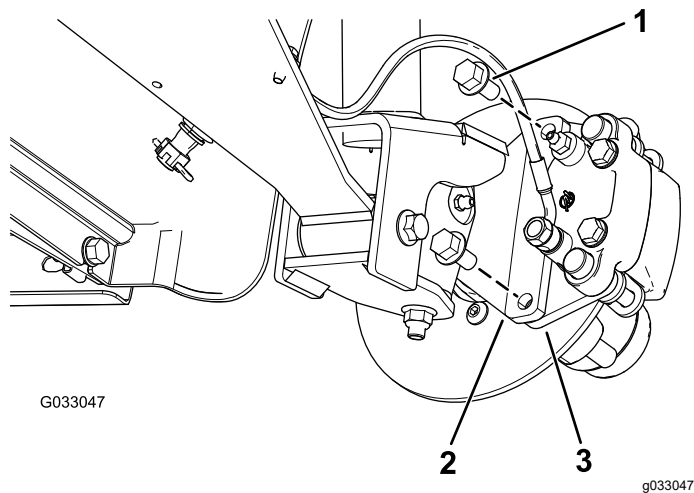
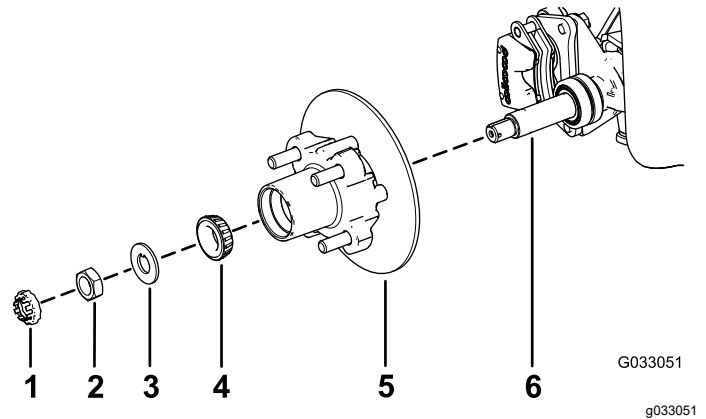

Figura 26
Figura 30
3. Togliete i bulloni a testa flangiata ($\frac{3}{8}$ " x $\frac{3}{4}$ ") che fissano la staffa del gruppo del freno al mandrino e separate il freno dal mandrino (Figura 26).
1. Lubrificate leggermente il mandrino con il grasso specificato (Figura 30).
2. Montate il mozzo e il rotore sul mandrino con il rotore verso l'interno (Figura 30).
3. Montate il cuscinetto esterno sul mandrino e inserite il cuscinetto sull'anello esterno (Figura 30).
4. Montate la rondella di sicurezza sul mandrino (Figura 30).
5. Avvitare il dado del mandrino sul mandrino e serrate il dado a 15 N·m mentre ruotate il mozzo per posizionare in sede il cuscinetto (Figura 30).
2. Allineate le pastiglie dei freni su ciascun lato del rotore (Figura 26) e i fori sulla staffa della pinza con i fori sul supporto del freno del telaio del mandrino (Figura 30).
3. Fissate la staffa del calibro al telaio del mandrino (Figura 26) utilizzando i 2 bulloni a testa flangiata ($\frac{3}{8}$ " x $\frac{3}{4}$ ").